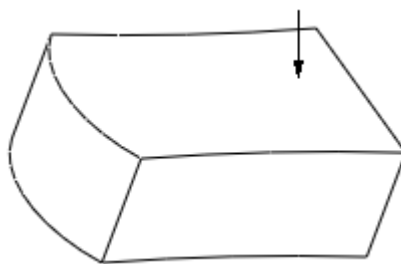

图 42-5
- (1) 单击菜单【插入】 【高级】 【剖面圆顶】命令，打开【选项】菜单。
- (2) 选择【扫描】 【一个轮廓】 【完成】命令，选择图 42-5 中箭头指示的面为建立圆顶的曲面。